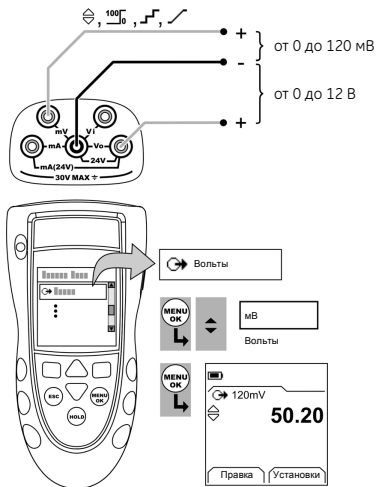

Рисунок 2: Пример конфигурации - Для подачи мВ или вольт
1. Подключите прибор (Рисунок 2) и, при необходимости, отрегулируйте *Настройка* (Таблица 1).